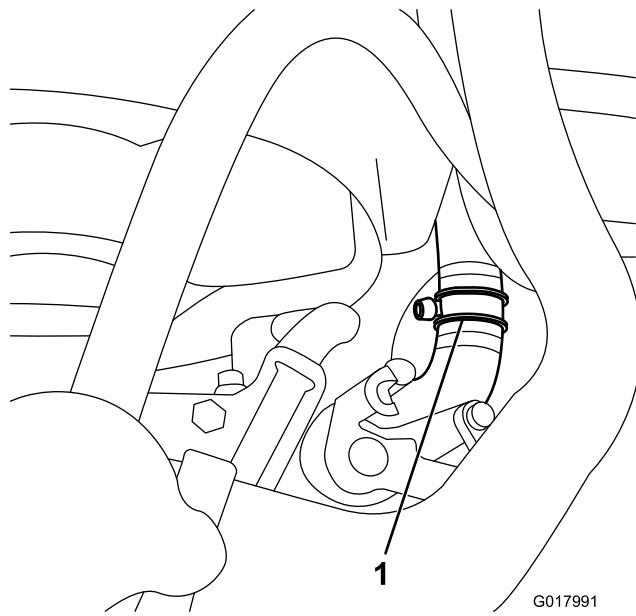

Bild 21
3. Schneiden Sie den unteren Kühlerschlauch ungefähr 5 cm vom Ende des Schlauches durch, der zum Kühler verläuft (Bild 21).
4. Schließen Sie das T-Anschlussstück mit zwei breiten Schlauchklemmen an jedes neue abgeschnittene Ende des unteren Kühlerschlauchs an (Bild 21).